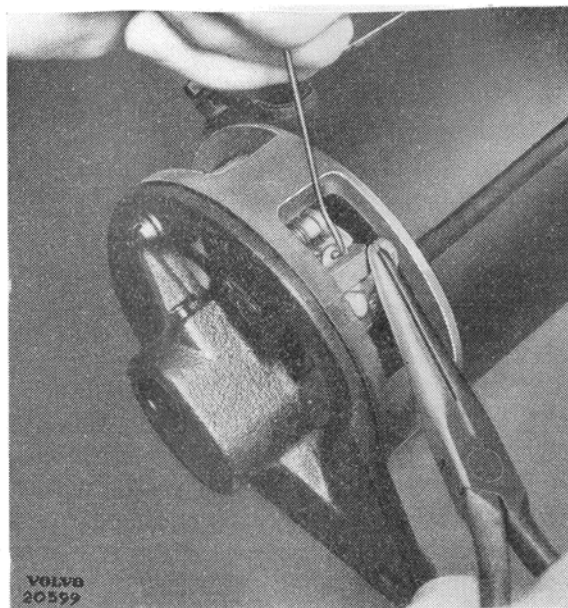

Bild 12.
2. Skruva loss elborstarnas anslutningsledningar. Lyft upp tryckarmarna eller fjädrarna för elborstarna med en krok och drag upp elborstarna, se bild 12.
Tag bort elborstarna genom att lossa förbindningen vid borsthållaren, lyft upp borstfjädern eller fjädern och drag upp elborsten med en tång, se bild 12.